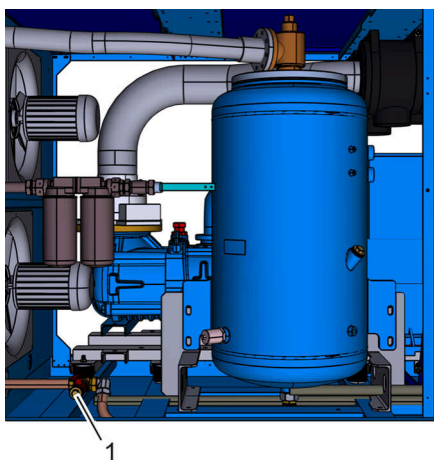

Рис. 39: Отверстие для слива масла
5. Осторожно откройте отверстие для слива (Рис. 39/1) и проверьте вытекающую жидкость.
7. Закройте отверстие для слива масла (Рис. 39/1) ☞ Приложение В «Моменты затяжки винтов» на странице 124.